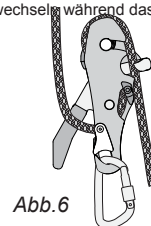

Abb. 6
**Normale Reibung** - Das Prism hat eine Doppelbremsfunktion und bremsen wenn der Griff losgelassen wird oder wenn er voll angedrückt wird. Das Prism erfordert keine zusätzliche Reibung von einem zweiten Verbinders, um höhere Lasten zu halten (Abb. 6).